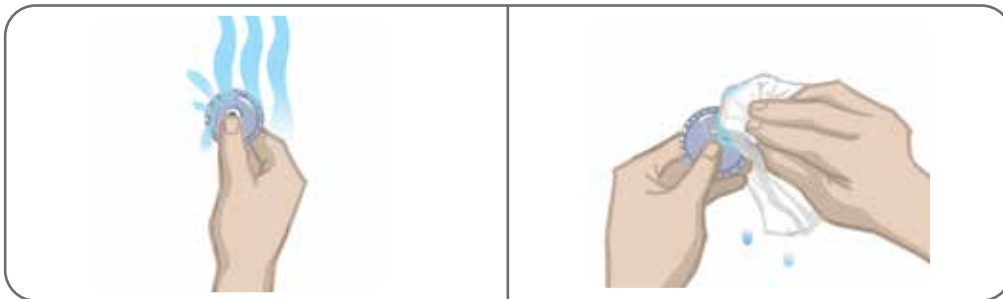

Bild 11-5: Väta och avlägsna överflödigt vatten
4. Vät de runda tygelektrodena med vatten tills de är mättade. Se bild 11-5.
5. Använd en duk för att försiktigt torka eller badda bort överflödigt vatten från baksidan (sidan med klickfästet) av elektrodena. Se bild 11-5.